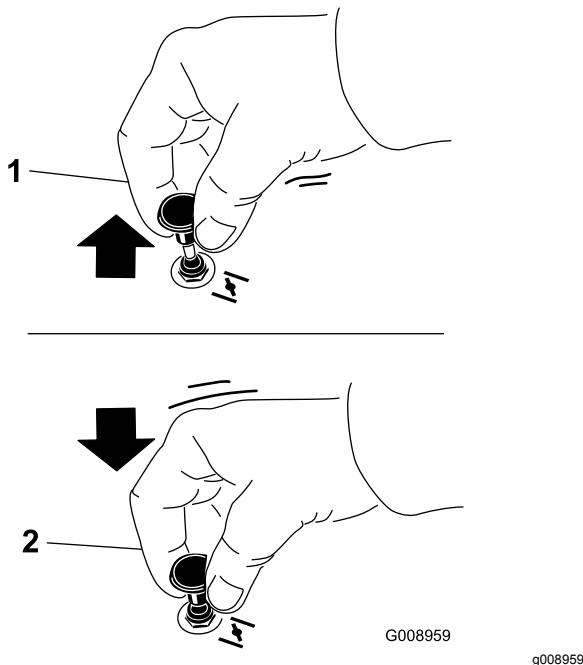

Figure 13
2. Tirez sur la commande de starter pour engager le starter avant d'utiliser le commutateur d'allumage (Figure 13).
3. Poussez sur la commande pour désengager le starter lorsque le moteur démarre (Figure 13).